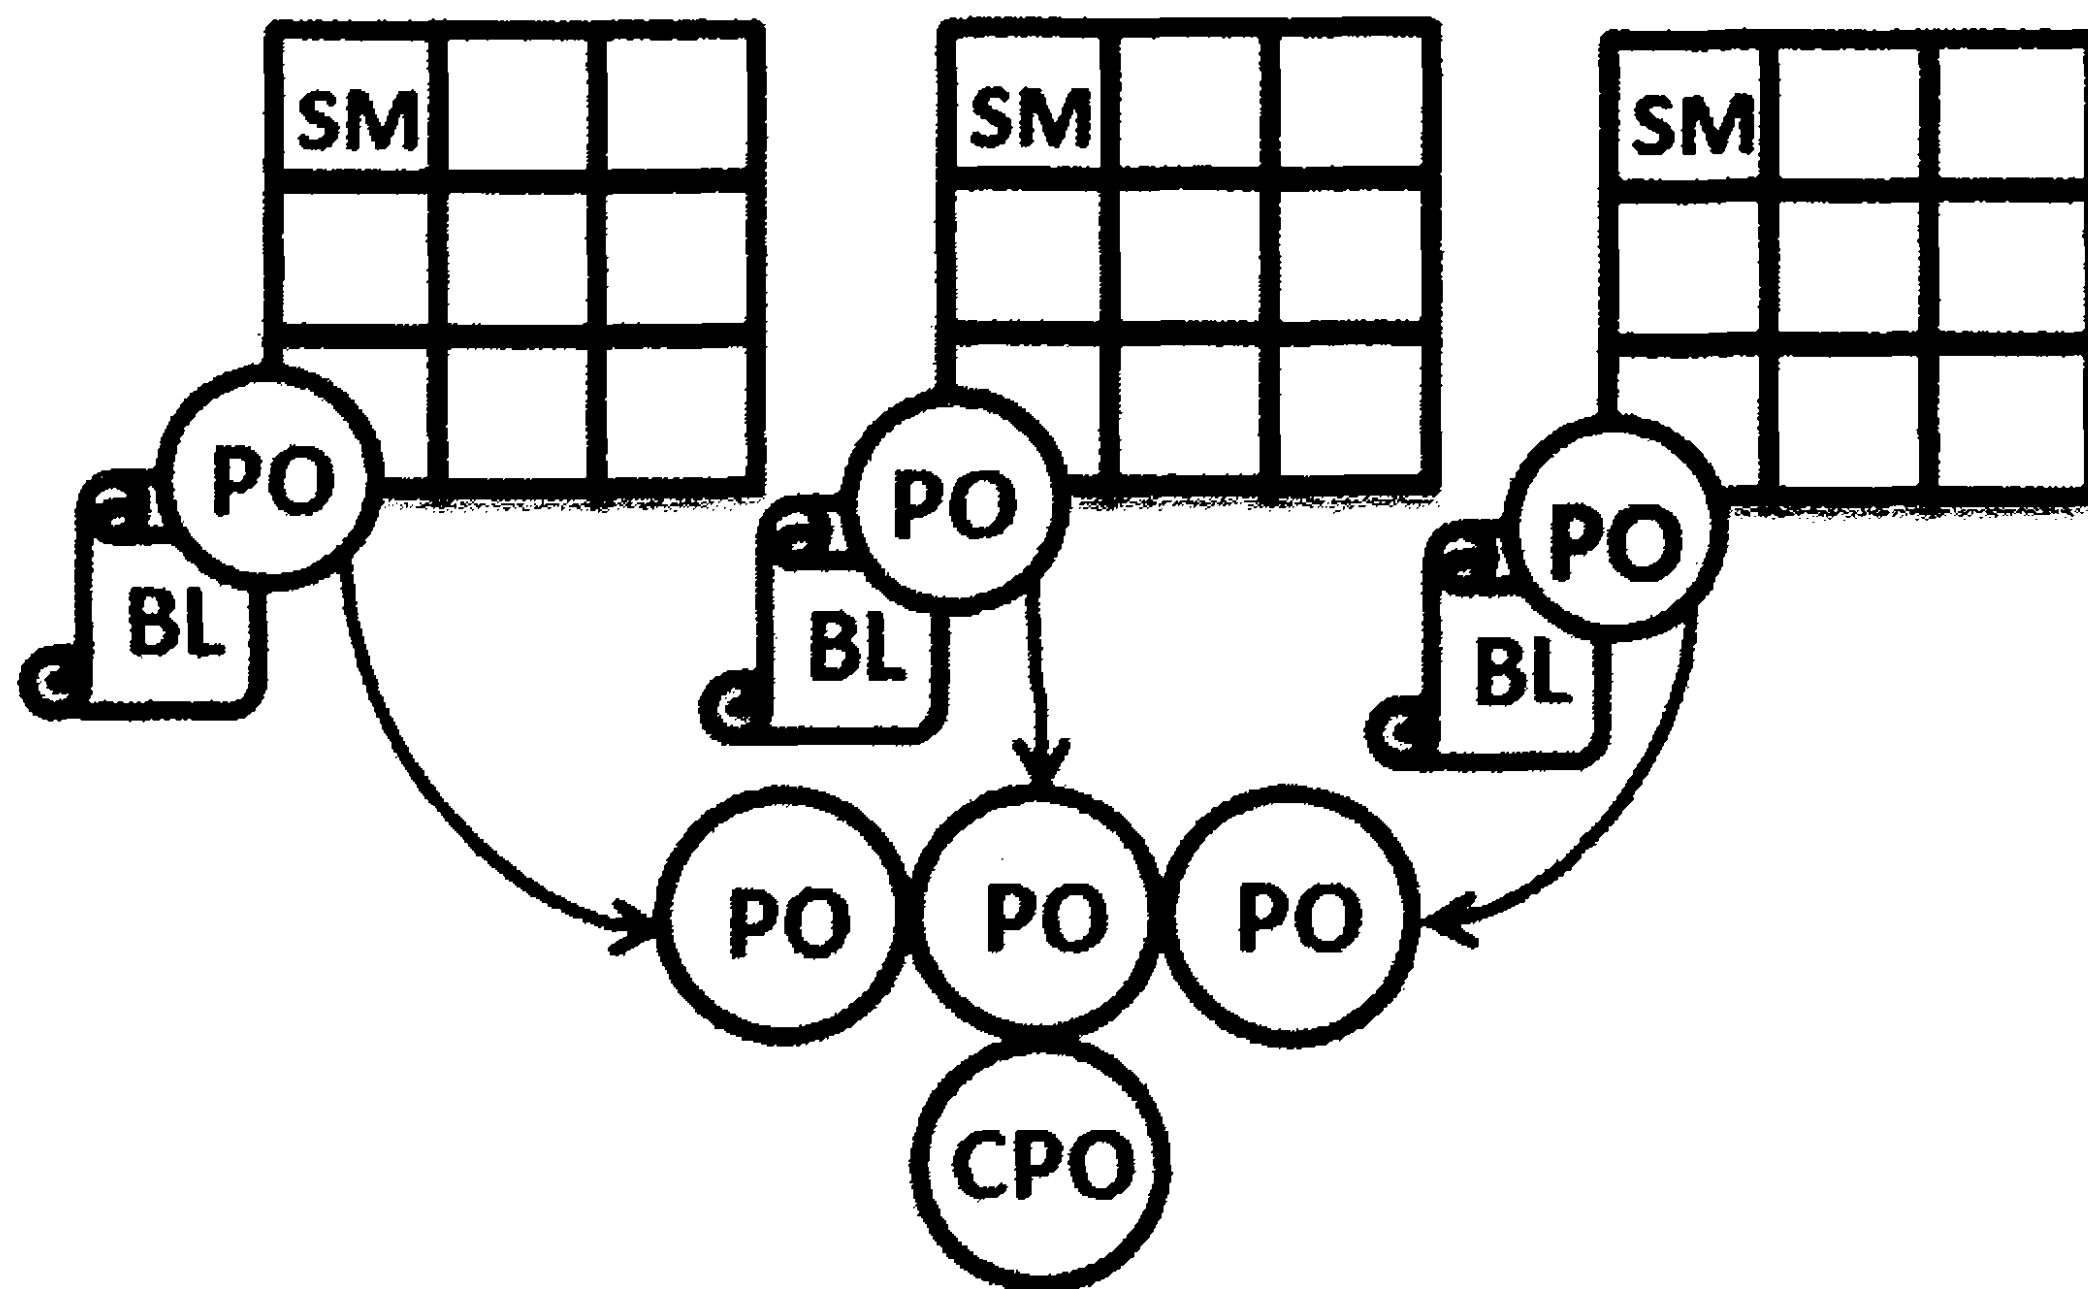

Рис. 2.41. Объединение владельцев продуктов на уровне масштабирования *Scrum of Scrum*
Очевидно, что подобный принцип масштабирования необходимо распространить на владельцев продуктов (PO) и журнал продукта (BL). На рис. 2.41 представлен уровень масштабирования *Scrum of Scrum* для владельца продукта. Владельцем продукта более высокого уровня является СРО (*Chief Product Owner*).